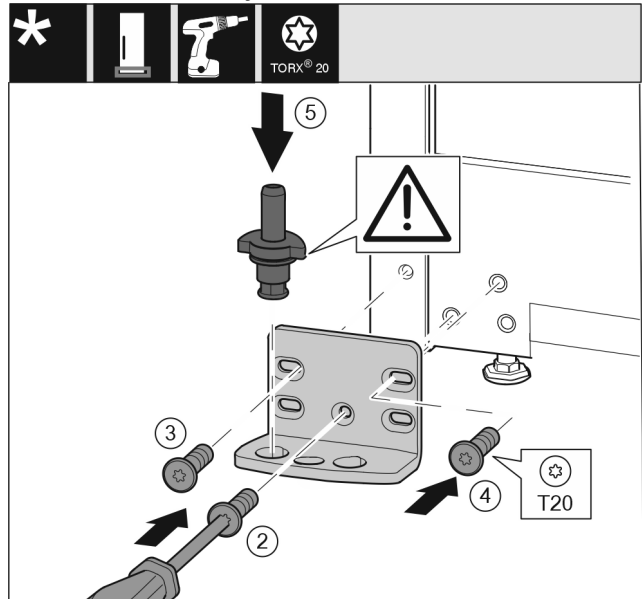

Fig. 15
- ▶ Lagerbus op de andere kant aanbrengen en met behulp van een schroevendraaier T20 vastschroeven. Met schroef 2 onder in het midden beginnen. Fig. 15 (2)
- ▶ Schroef 3 en 4 vastschroeven. Fig. 15 (3,4)
- ▶ Lagerbout volledig aanbrengen. Let op dat de vergrendelknop naar achter wijst. Fig. 15 (5)